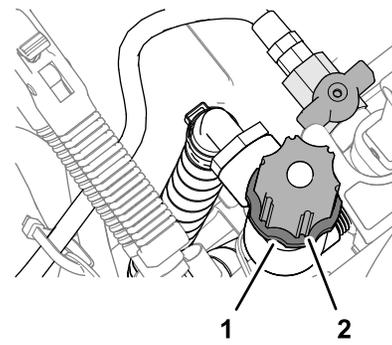

Figure 35
3. Desserrez le contre-écrou et ouvrez la vanne d'étranglement (Figure 35).